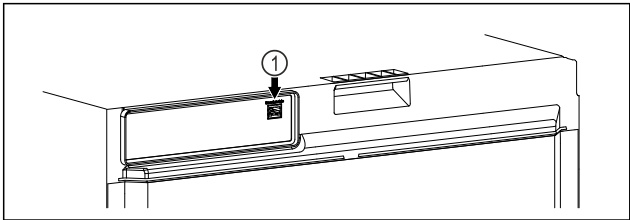

Fig. 141
- SmartModule Fig. 141 (1) 已使用。